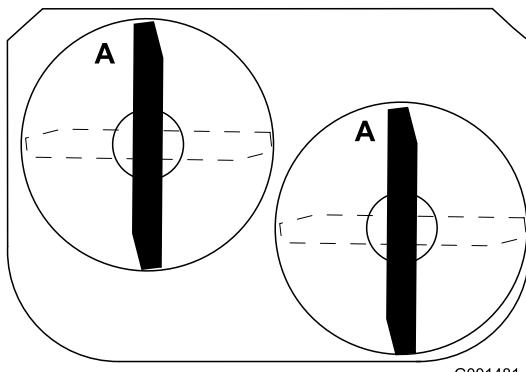

Figura 53
1. Gire las cuchillas hasta que los extremos estén orientados hacia adelante y hacia atrás (Figura 53).